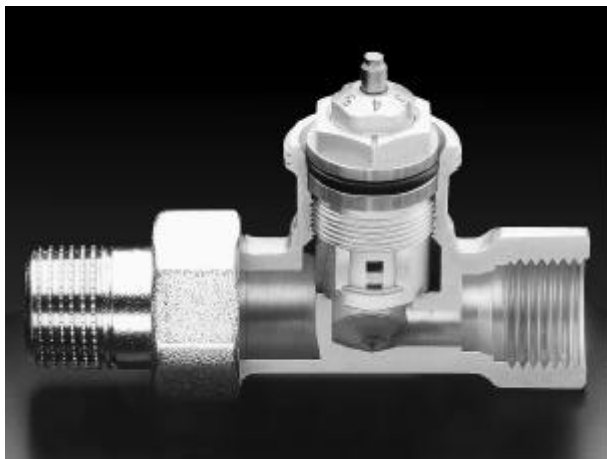

Abb.4: Thermostatventil "Baureihe AV6"
- Anhand eines realen Schnittmodells eines Thermostatventils (s. Abb. 4) ist für den Auszubildenden auch gut erkennbar, wie der voreinstellbare Ventileinsatz die Anpassung der Volumenströme an den geforderten Wärmebedarf ermöglicht.